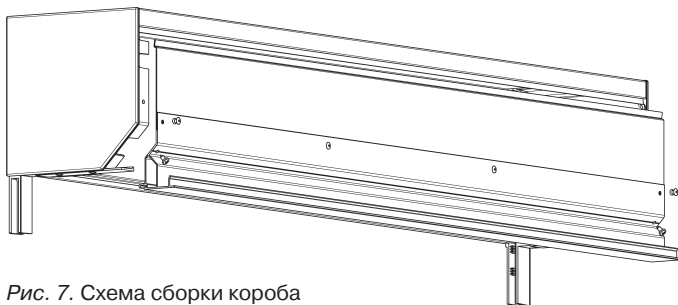

Рис. 7. Схема сборки короба
- 5.7.** Установить переднюю крышку короба (рис. 7). Для чего: